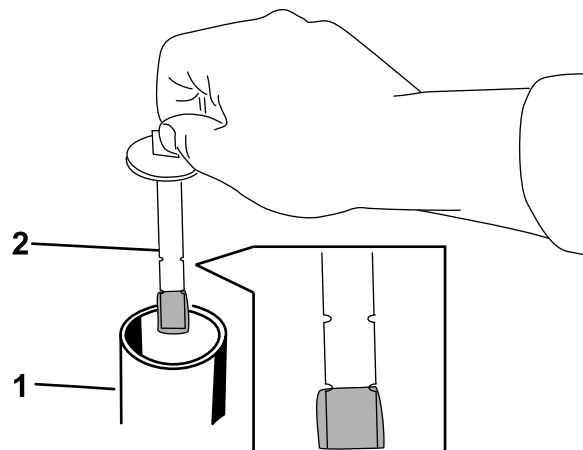

Рисунок 81
5. Снимите крышку гидравлического бака и извлеките масломерный щуп (Рисунок 81).